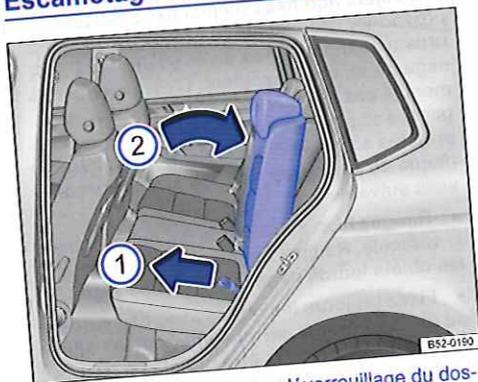

Fig. 99 Banquette arrière : déverrouillage du dossier
- Tirez la dragonne correspondante dans le sens de la flèche → fig. 99 ① ou → fig. 100 ① tout en escamotant le dossier de siège arrière correspondant.
- Tirez la dragonne vers l'avant dans le sens de la flèche → fig. 99 ① et relevez simultanément le dossier dans le sens de la flèche ② jusqu'à ce que la position souhaitée du dossier soit atteinte → ⚠.